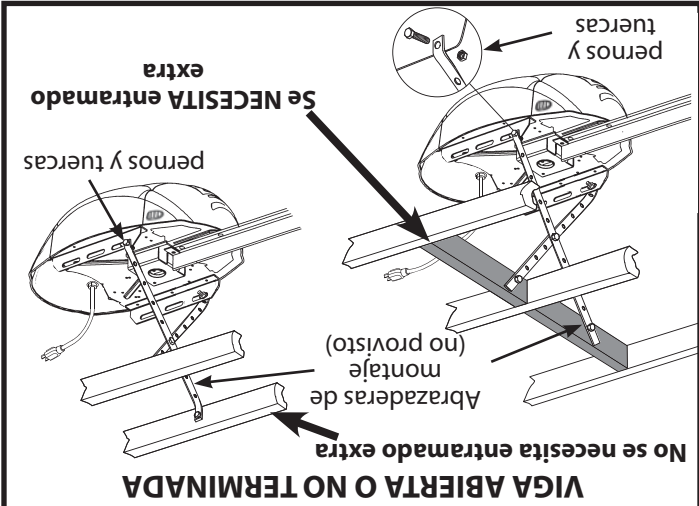

FIG. 2-6 Montaje de la caja de control
- En cielo rasos terminados, localice las viguetas o vigas de celosía usando un buscador de montantes o dispositivo similar. Acople el ángulo de hierro (no provisto) a las viguetas o vigas de celosía a través del material usando los pijas (provistas) (Fig. 2-6).
- En cielo rasos no terminados o abiertos, las abrazaderas se deben acoplar directamente a las viguetas o vigas de celosía. Dependiendo de la construcción del garaje, es posible que se requiera material adicional de montura (no provisto), el cual debe ser instalado de acuerdo a las técnicas de construcción apropiadas (Fig. 2-6).
- Acople las abrazaderas de montaje al cielo raso usando los pijas (Fig. 2-6).
- Ponga la caja de control a lo siguiente (Fig. 2-6).